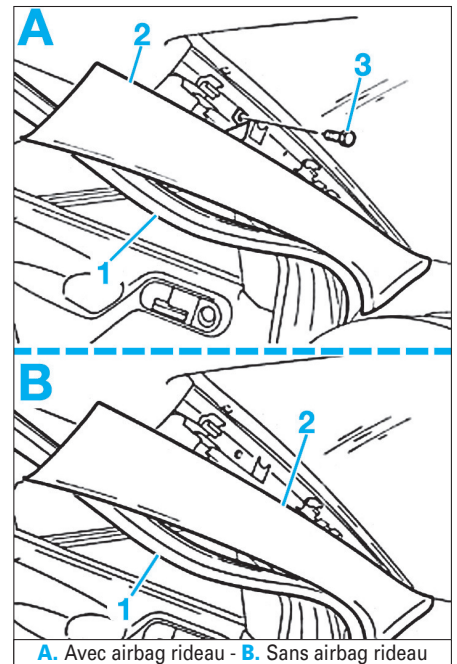

FIG. 52
- Dégrafer les deux montants avant de pare-brise (Fig.52).